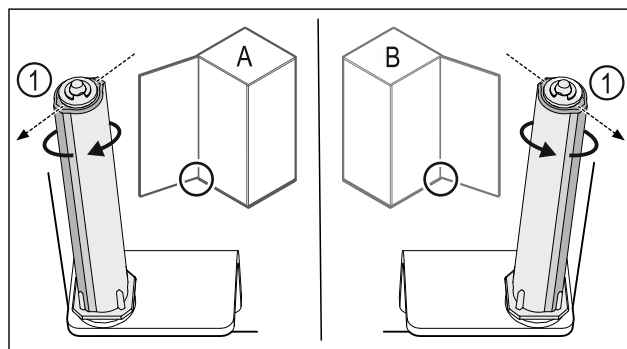

Fig. 44 Lewy ogranicznik (A) / prawy ogranicznik (B)
- ▶ Przekręcić system blokujący w kierunku przeciwnym do oporu, aż pręt systemu blokującego Fig. 44 (1) będzie skierowany na zewnątrz.